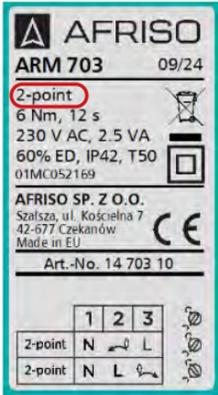
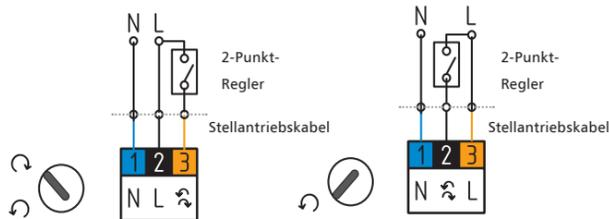
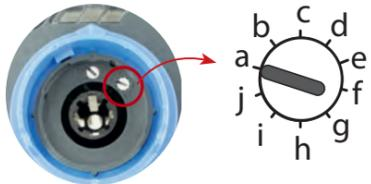

Abb. 9. Drehrichtungsschalter des Stellantriebs
Abb. 10. Elektrischer Schaltplan für den 2-Punkt-Stellantrieb, Einstellung der Schaltfunktion
Abb. 11. Funktionsschalter des Stellantriebs je nach Steuersignal
Verbinden Sie den Nullleiter des Stellantriebs mit dem Nullleiter des Stromnetzes. Entfernen Sie den Drehknopf und stellen Sie den Schalter gemäß dem Schema (Abb. 9) ein (Abb. 9) und schließen Sie die Kabel entsprechend der Drehrichtung des Stellantriebs an.
Wenn der Schalter (Abb. 9) in Stellung gebracht ist und nur am schwarzen Kabel (2) Spannung anliegt, dreht der Stellantrieb das Ventil gegen den Uhrzeigersinn in die Endstellung. Wenn sowohl am schwarzen (2) als auch am braunen (3) Kabel Spannung anliegt, dreht der Stellantrieb das Ventil im Uhrzeigersinn in die Endstellung.
Wenn der Schalter (Abb. 9) in Stellung gebracht ist und nur am braunen Kabel (3) Spannung anliegt, dreht der Stellantrieb das Ventil im Uhrzeigersinn in die Endstellung. Wenn sowohl am braunen (3) als auch am schwarzen (2) Kabel Spannung anliegt, dreht der Stellantrieb das Ventil gegen den Uhrzeigersinn in die Endstellung.
Verbinden Sie den Nullleiter des Stellantriebs mit dem Nullleiter des Stromnetzes. Entfernen Sie den Drehknopf, stellen Sie den Schalter gemäß dem Schema (Abb. 10) ein und schließen Sie die Kabel je nach Drehrichtung des Stellantriebs an (Abb. 9 und Beispiel Seite 6).
Ziehen Sie den Drehknopf ab und wählen Sie mit einem Schlitzschraubendreher den entsprechenden Buchstaben auf dem Schalter (Abb. 11) je nach Steuersignal und der Ventilöffnungszeit gemäß der Tabelle (Abb. 12). Stellen Sie dann die elektrischen Anschlüsse gemäß dem Schema hier (Abb. 13). Die Drehrichtung des Stellantriebs kann mit dem Schalter (Abb. 9) unterhalb des Drehknopfs geändert werden.